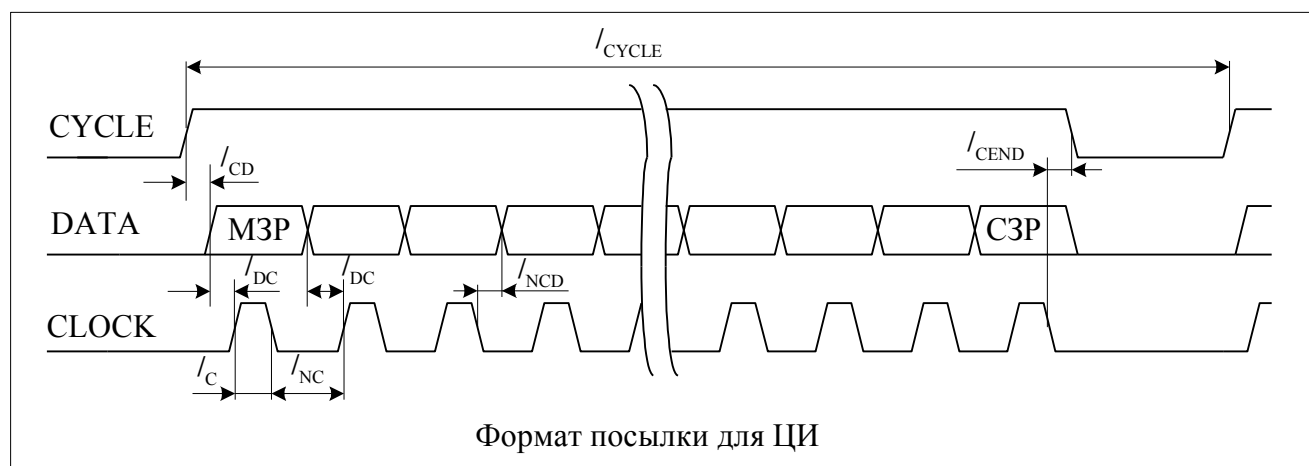

Рисунок 1
2.3.1 Вся информация передаётся в индикатор при помощи дискретных сигналов DATA, CLOCK и CYCLE (Рисунок 1) в последовательном цифровом коде с поразрядным тактированием (протокол SPI).